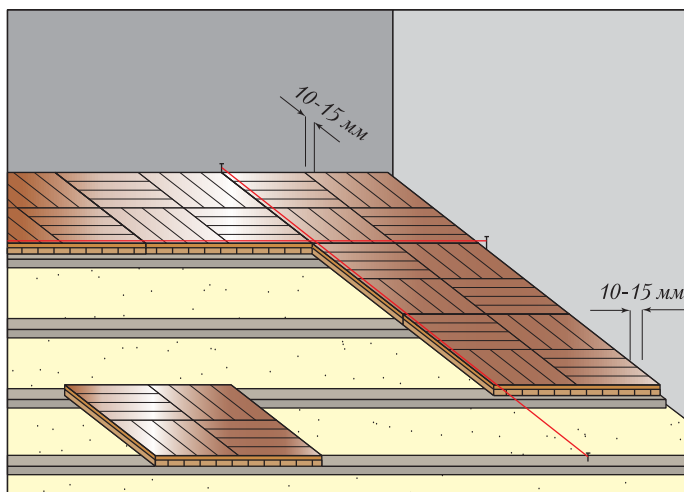

Рис. 63. Укладку паркетных щитов начинают с устройства маячных рядов
3. Сначала размечают маячные ряды. В углу комнаты на лаги кладут первый щит, отступая от стен по 10–15 мм. Вдоль смежных стен натягивают два пересекающихся под прямым углом шнура и укладывают маячные ряды щитов вдоль и поперек комнаты. Укладывают щиты так, чтобы кромки их стыковались по середине (на оси) лаг. Бруски основания щита должны располагаться поперек лаг, иначе он может прогнуться или разломиться. В конечном итоге маячные ряды после укладки на лаги образуют букву Г (рис. 63).